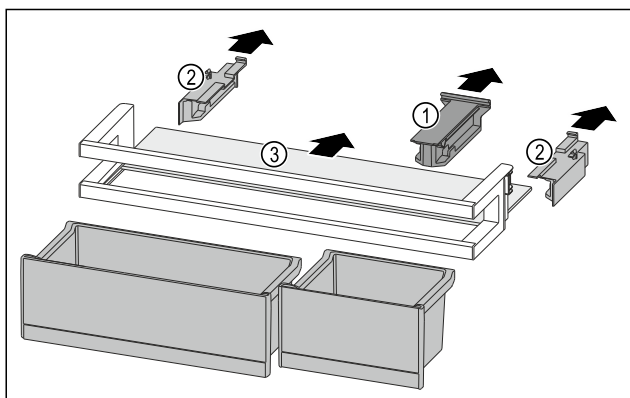

Fig. 121
- Estrarre l'elemento di tenuta Fig. 121 (1).
- Togliere gli elementi laterali Fig. 121 (2).
- Rimuovere il ripiano Fig. 121 (3).